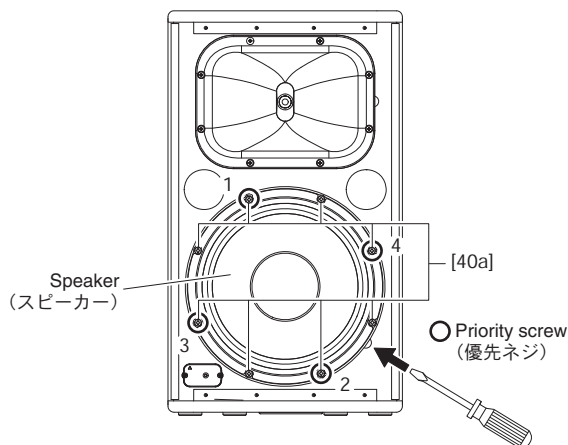

Fig. 2 (図 2)
2-2. Remove the eight (8) screws marked [40a]. (Fig. 2, 3)
2-3. Insert the flat blade screwdriver or the like into the cavity of the cabinet, and push the speaker up to remove it. (Fig. 2, 3)
* When installing the speaker, first tighten the four (4) priority screws in order as shown in Fig. 2.
2-2. [40a] のネジ 8 本を外します。(図 2, 3)
2-3. キャビネットの切り欠きにマイナスドライバーなどを差し込んで、スピーカーを浮かせて外します。(図 2, 3)
※ スピーカーを取り付けるときは、優先ネジ 4 本を図に示す順番で先に締めてください。(図 2)